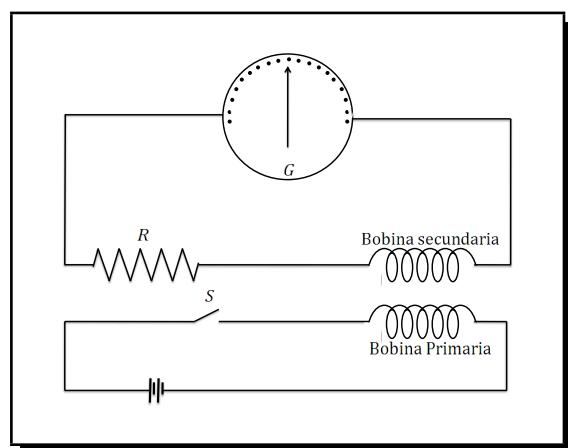

Figura 3.24: Inducción de una fem en una bobina secundaria.
- 5 Colocar la bobina primaria (la más delgada) dentro de la secundaria (la más gruesa) y conectar a la bobina primaria, a la fuente de Corriente Continua (CC) colocando el interruptor S en serie, Figura 3.24.